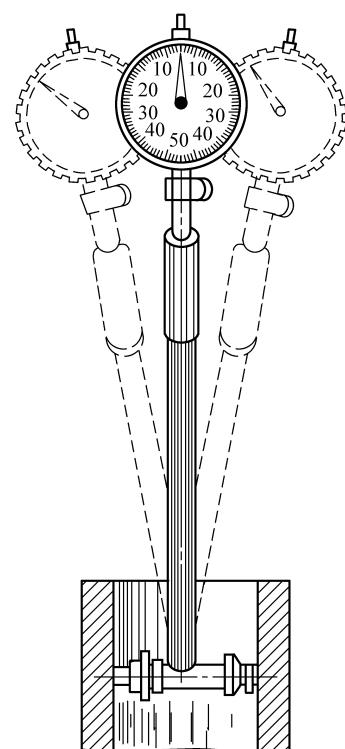

图2-53 量缸表的正确位置
(1) 将表擦净后小心地装进表架的弹簧插口中，并使表的指针转过一圈再紧固弹簧插口(夹力不宜太大)。
(2) 根据气缸内径的大小，选取一个相应尺寸的可换测头装在表架上。可换测头和活动量杆的测量面是圆弧形的，如发现测量面已磨平，就应更换。
(3) 校对“0”位。首先检查百分表的灵敏度，然后用外径千分尺校正，当活动量杆的长度与缸径标准尺寸相同时，将刻度盘上的“0”位转到对正指针，然后再摆动几次，复查“0”位。
(4) 将表架伸入气缸来回摆动进行测量(图2-53)。如指针正好指在“0”位,说明被测气缸内径与标准尺寸相同,若指针以顺时针方向离开“0”位,则说明活动量杆缩短,此时应从气缸标准尺寸减去指针转过的刻度值,其差即为气缸的实际尺寸。反之,若指针以逆时针方向离开“0”位,则说明活动量杆伸长,此时应将缸径标准尺寸加上指针转过的刻度值,其和即为气缸的实际尺寸。